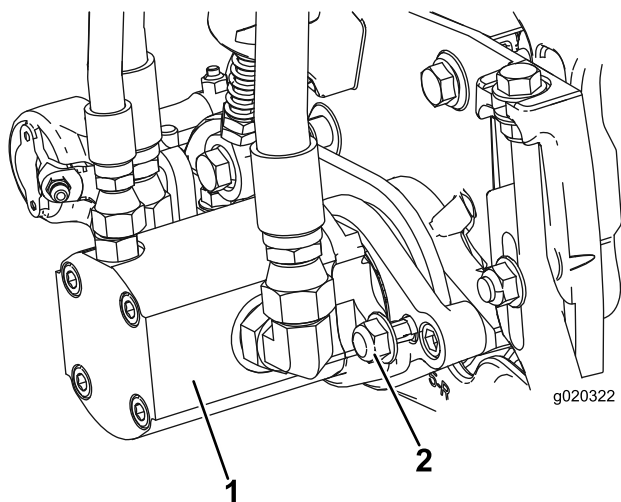

Рисунок 10
- Установите двигатель, повернув его по часовой стрелке таким образом, чтобы фланцы двигателя не закрывали контргайки (Рисунок 10). Поворачивая двигатель против часовой стрелки совместите фланцы с гайками и затяните гайки.